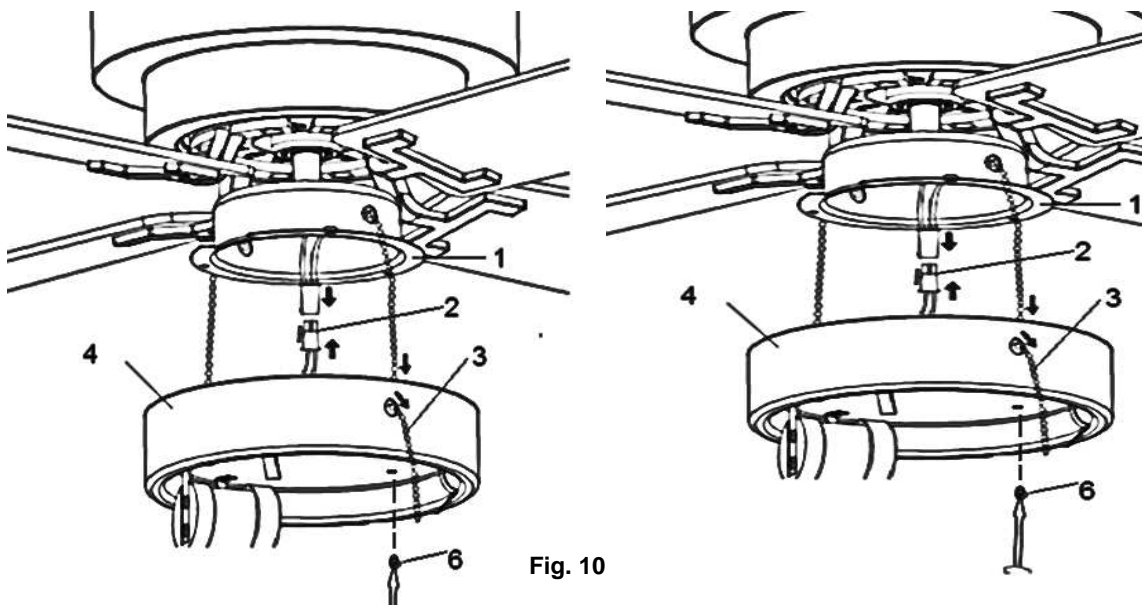

Fig. 10
1. Rimuovere le 3 viti dell'attrezzo di luce (6, Fig.10) dalla base di luce.
2. Inserire la catena di trazione (3, Fig. 10) sui buchi dell'attrezzo di luce (4, Fig. 10).
3. Connettere il ventilatore e il pendente di luce (5, Fig.10) a la catena di trazione.
4. Connettere il connettore a rapido (2 Fig. 10) e spingerlo nella cassa d'interuttore (1, Fig. 10).